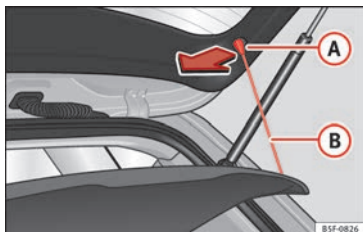

Fig. 159 Na bagageira: desmontar e montar a bandeja.
- Desengate os tirantes de fixação » **Fig. 159 B** dos alojamentos **A**.
- Engate os tirantes de fixação » **Fig. 159 B** na porta da bagageira traseira » **⚠**.